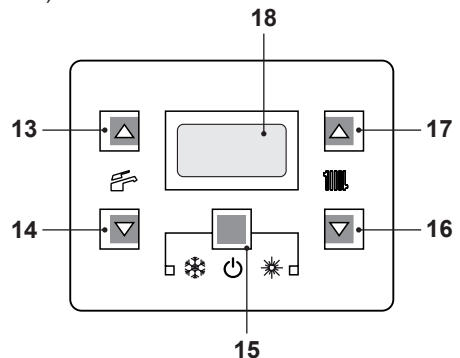

Figura 5.25
Per ottenere questo settaggio bisogna entrare in programmazione premendo contemporaneamente per 10 secondi i tasti 15 - 16 - 17 (Figura 5.25) fino a far apparire sul display LCD le lettere **Pr** che si alternano con il codice **01**, indicanti l'entrata nel "parametro 01" (Figura 5.26).
- Premere contemporaneamente i tasti 15 e 17 (Figura 5.25) fino a far apparire sul display LCD il valore del parametro 04 (Figura 5.28).
- Premendo il tasto 15 (Figura 5.25) si ottiene la conferma del valore inserito.
- Premendo contemporaneamente i tasti 15 e 16 (Figura 5.25) si esce senza modificare il valore (ritorno alla lista parametri (Figura 5.27)).
- Premendo contemporaneamente per 10 secondi i tasti 15 - 16 - 17 (Figura 5.25) si esce dalla "modalità programmazione".